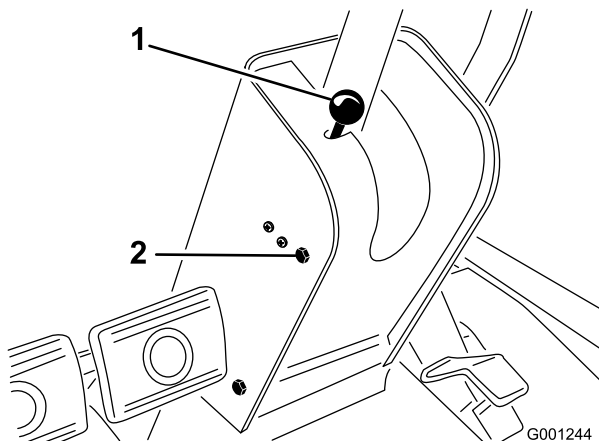

Figura 69
1. Retire el pomo de la varilla del freno de estacionamiento y retire los tornillos de la cubierta de la columna de dirección (Figura 69).